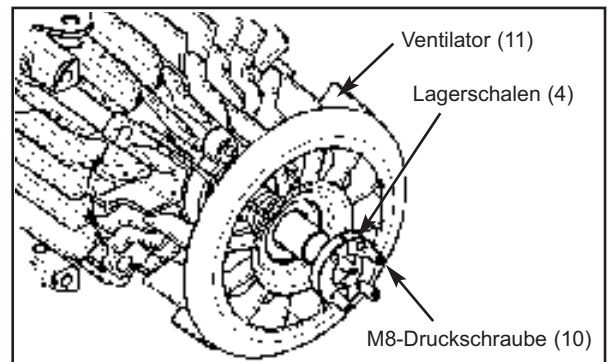

Abb. 28
6. Die Ventilatoren (11) und die Lagerschalen (4) mit den M8-Druckschrauben (10) befestigen. Mit Loctite® \* 243 einschmieren. Die Druckschrauben mit einer Spannkraft von 10 Nm festziehen ; siehe Abb. 28.